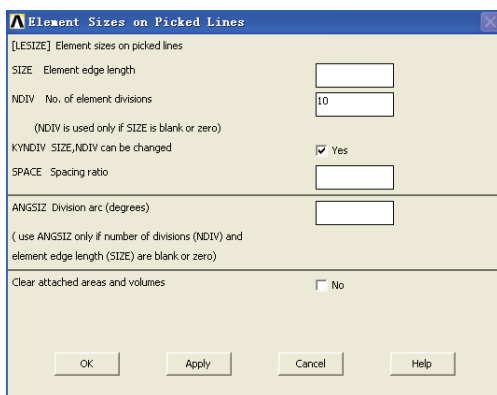

图 7-7 设置线段等分数对话框
7) 选择 Main Menu | Preprocessor | Meshing | Size Cntrls | ManualSize | Lines | Picked Lines 命令, 出现 Element Size on 拾取菜单, 在输入栏中输入 1, 单击 OK 按钮, 出现 Element Sizes on Picked Lines 对话框, 在 NDIV No. of element divisions 输入栏中输入 10, 如图 7-7 所示, 单击 OK 按钮关闭该对话框。